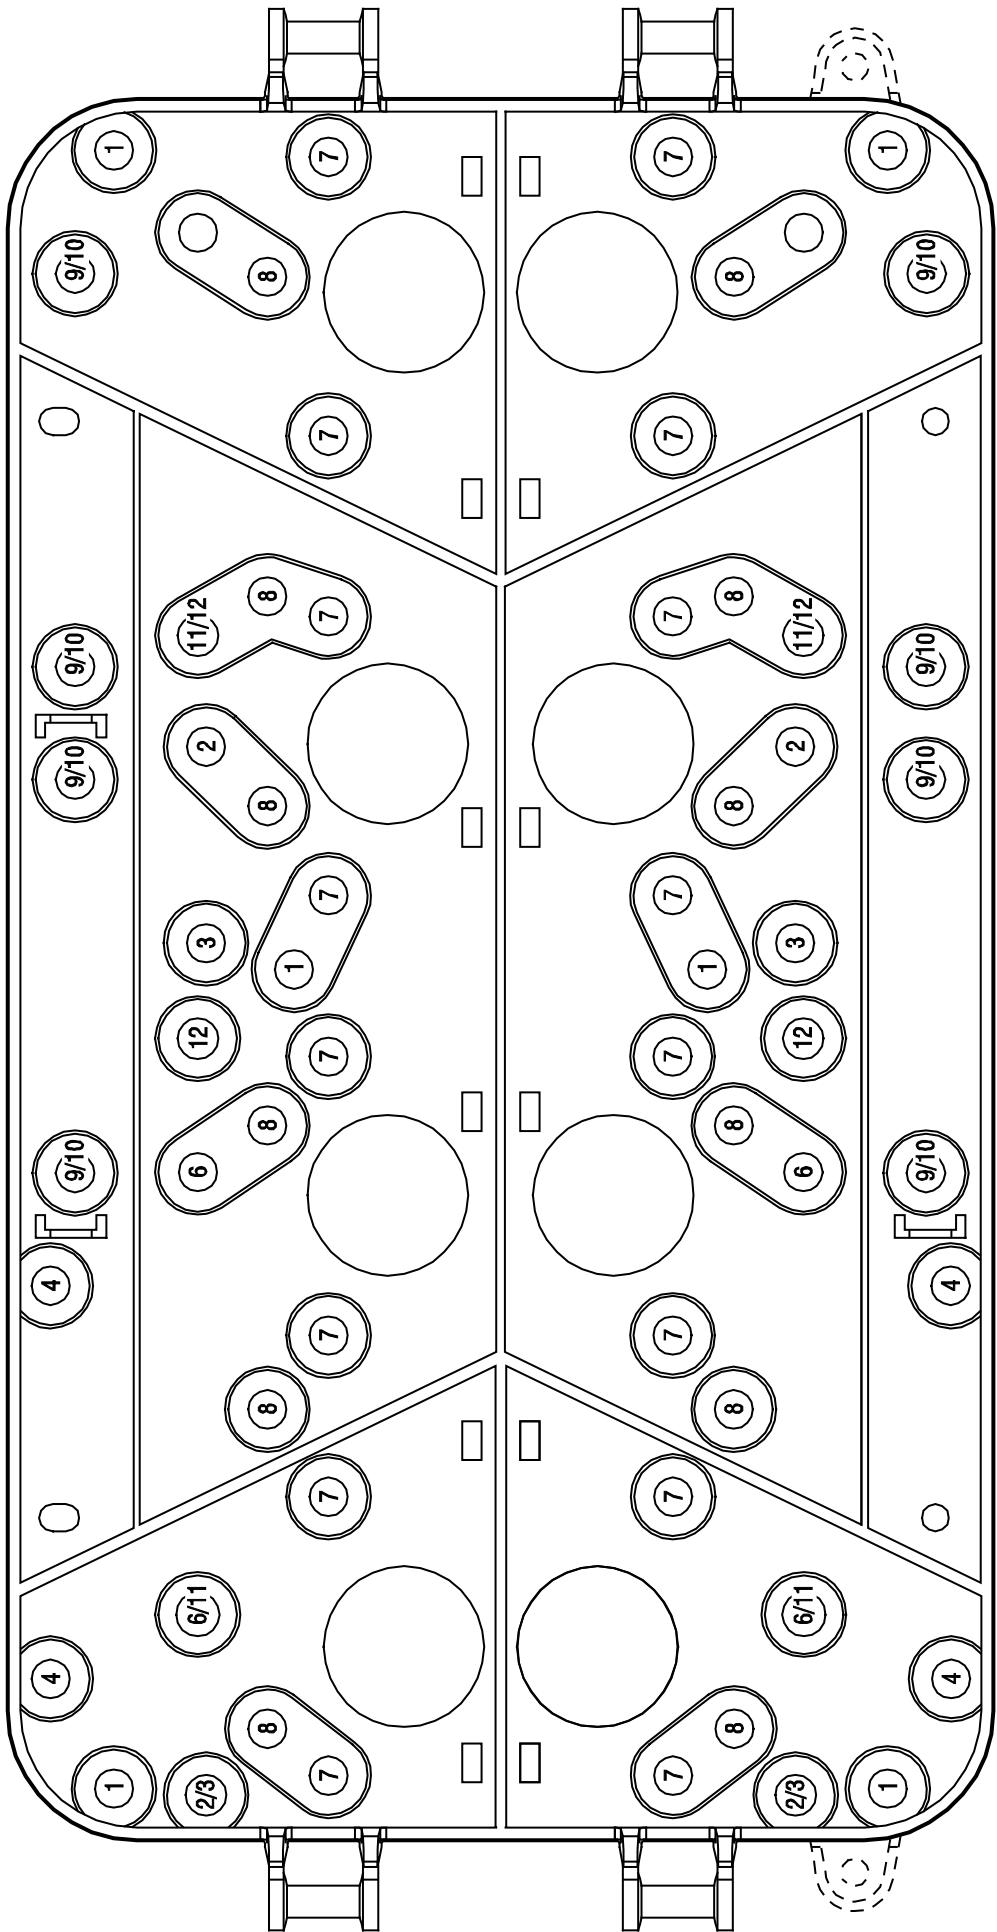

Рисунок 1. Вид пластмассовой вставки.
5. Запланируйте размещение модулей (см. рисунок 1 и таблицу 1) и разместите в соответствующих отверстиях вставок пластмассовые шпильки для крепления плат электроники (убедитесь, что они не высываются). Рекомендуется размещать плату с БП на внутренней вставке, наглоухо прикрепленной к основанию.